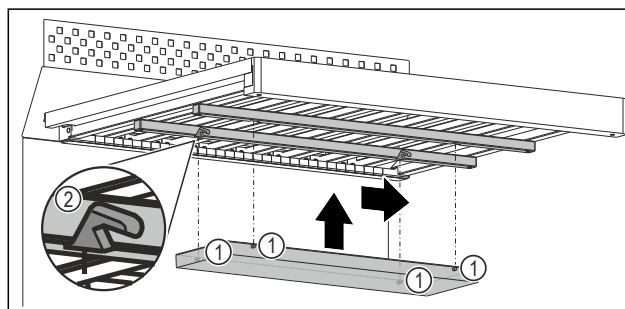

Fig. 159 Immagine a titolo di esempio
- Inserire ogni perno Fig. 159 (1) nell'incavo Fig. 159 (2) corrispondente delle barre sotto la griglia di legno.